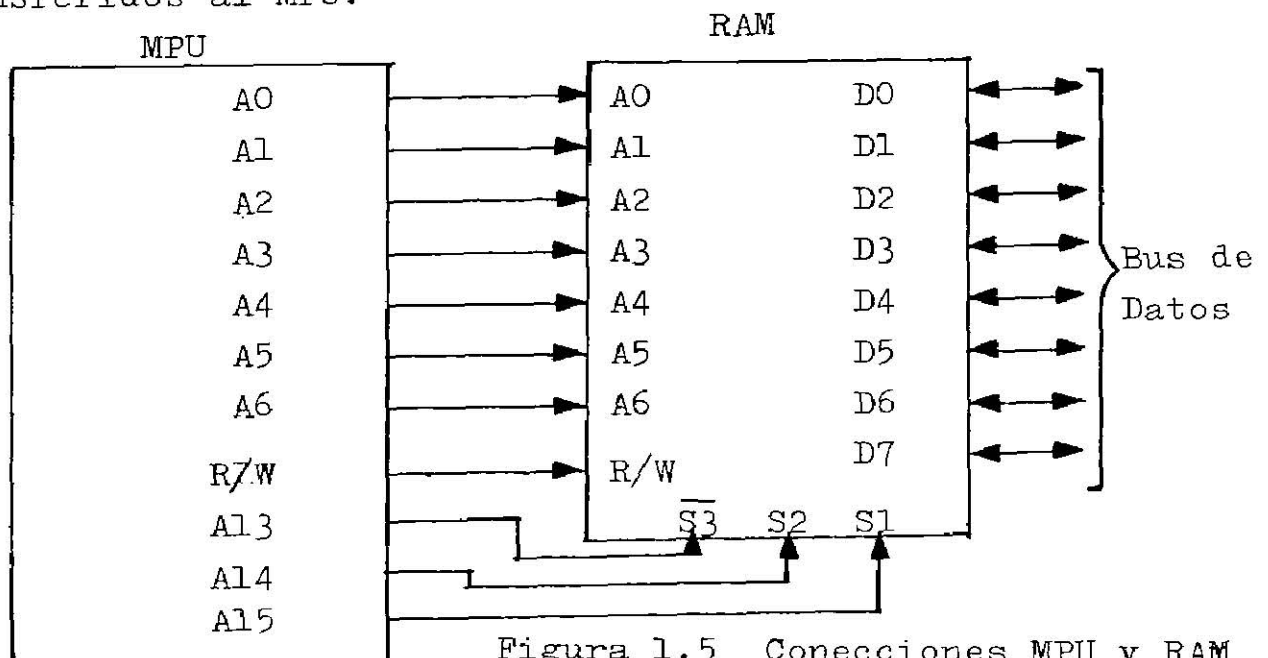
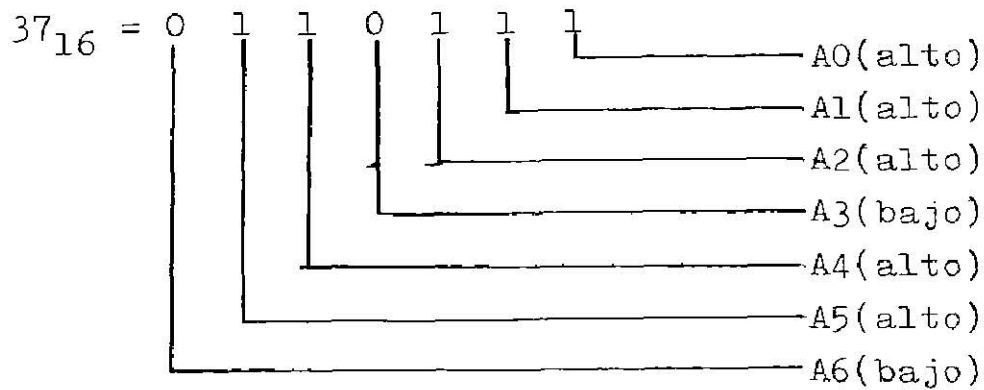

Figura 1.5 Conexiones MPU y RAM
Figura 1.6 Localidades en Memoria
La relación entre el MPU y la RAM se muestra en la figura 1.5, la línea R/W muestra una señal de línea del MPU informando a dispositivos externos que el MPU quiere (1) leer datos, si la línea es alta o (2) enviar datos, si es baja.
Para extender el proceso de word select de una RAM, asumimos que el chip select y word select son ligados al bus de dirección del MPU como se muestra en la figura 1.5. Si A14 y A15 son puestas en un estado alto y A13 en un estado bajo mientras de A0 a A6 están en un estado bajo, el contenido de las localidades de memoria 000 0000 puede entrar por el bus de datos si el MPU solicita los contenidos de esa localidad (la línea R/W es alta). Si el MPU desea leer el contenido de la localidad 0011 0111, la línea R/W puede estar en estado alto; las líneas de dirección A14 y A15 pueden ser altas y A13 puede ser baja y las líneas de dirección A0, A1, A2, A3, A4, y A5 pueden ser altas, figura 1.6, el contenido de esa localidad puede entonces ser colocado en el bus de datos para ser transferidos al MPU.